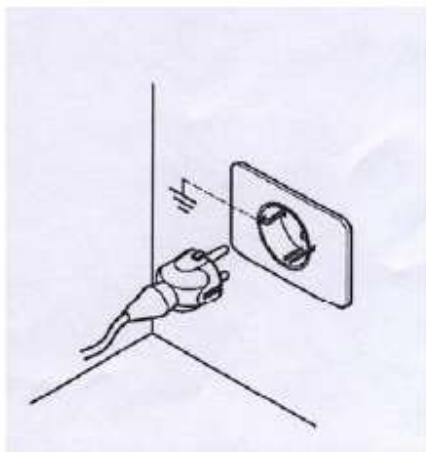

Figura 12
- Introduceti cazanul intr-o priza cu impamantare, Figura 12,